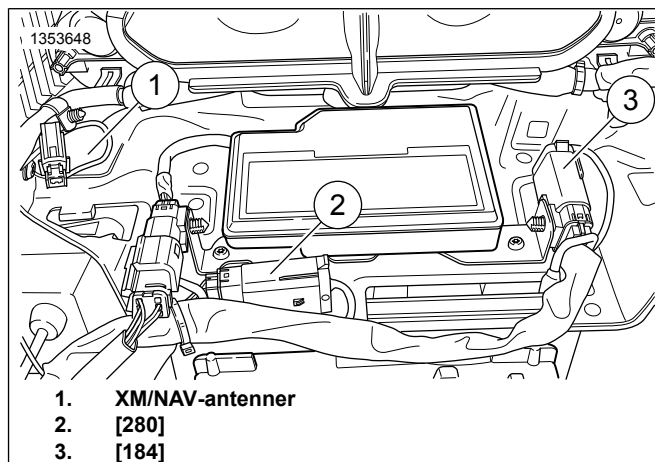

Figur 8. Forsterkerinstallasjon
2. Se figur 8. Monter forsterkeren.
- Hvis denne forsterkeren brukes med en sekundær forsterker for å bruke seks eller åtte høyttalere, se informasjon om tilkobling for [162] og [313] i Tabell 1, Tabell 2 og sett 76000280. FLHX(S) [162] (F) en 4-veis Molex bakre kanalutgang fra radio. Brukes for høyttalerutgang uten forsterker. Se Figur 8. Ubrukt med primærforsterker, brukes for sekundær forsterker-INNGANG. Se Figur 10. FLHTC/FLHTK/TRIKE [162] (R) en 16-veis Molex bakre kanalutgang fra radio. Inneholder alle ledninger for bakre høyttalerkabinett. Monter 69200714 for å bruke med forsterkere (se trinn 7). Kåpeforsterker [313], en 4-veis Molex bakre kanalutgang fra primærforsterkeren, kan brukes for bakre salveskehøyttalere, bakre kabinetter og nedre kåpe. Reservert for nedre kåpe ved bruk med seks eller åtte høyttalerkonfigurasjon.